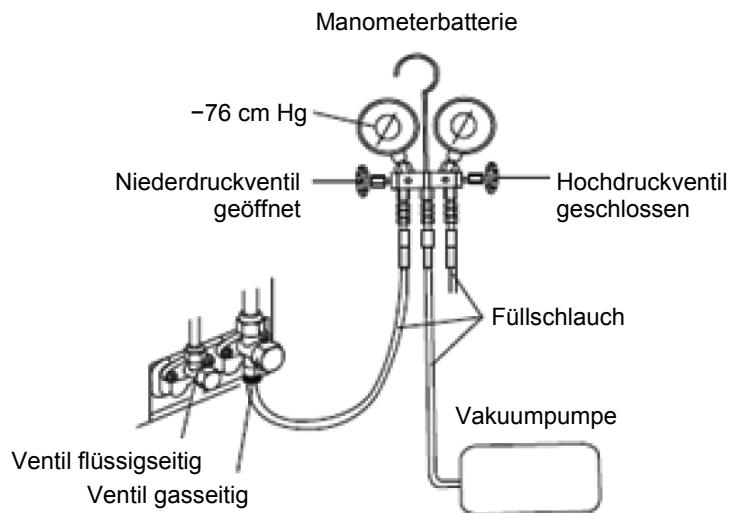

Abb. 7-4: Anschlussplan für die Vakuumpumpe
- Schließen Sie den Füllschlauch an die Vakuumpumpe an, wie im Bild 7-4 gezeigt.